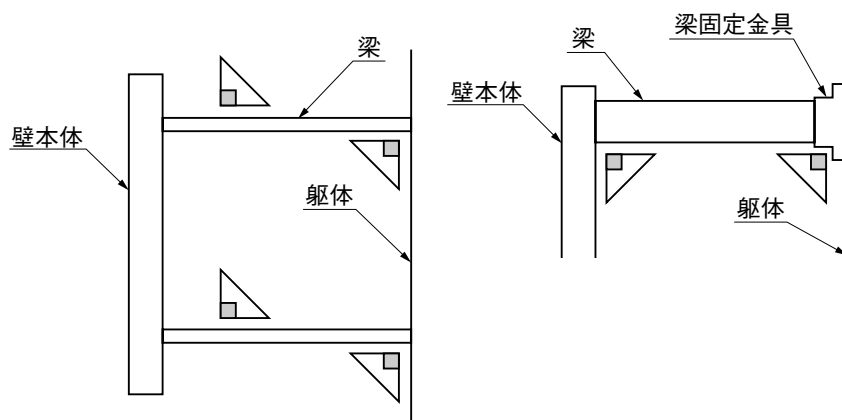

図12-11
- 梁を取付けるための梁固定金具とスリーブ材は、躯体・壁本体に対し垂直になるように取付けてください。(図12-11参照)